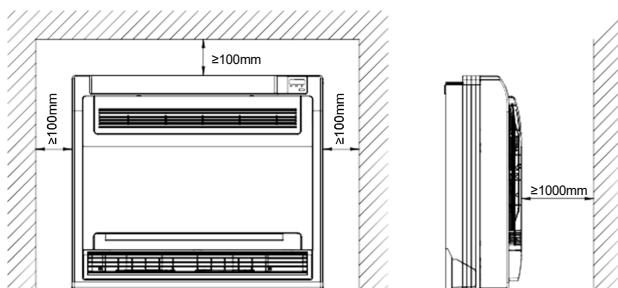

Abb. 5-1
- Es gibt ausreichend Platz für die Installation und Wartung. (Siehe Abb. 5-1 und Abb.5-2)